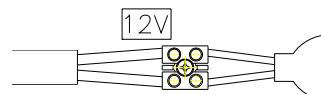

fig. 4
- Versione 12V: apparecchio idoneo al funzionamento con bassa tensione; cablare i terminali del cavo d'alimentazione all'uscita in bassa tensione di un trasformatore di potenza idonea - MIN 20VA (Fig. 4).
- Version 12V: Es handelt sich um einen Niedervoltstrahler. Schließen Sie den Strahler nie direkt ans Netz an. Schließen Sie das Versorgungskabel über einen entsprechenden Transformator min. 20VA an (Bild 4).